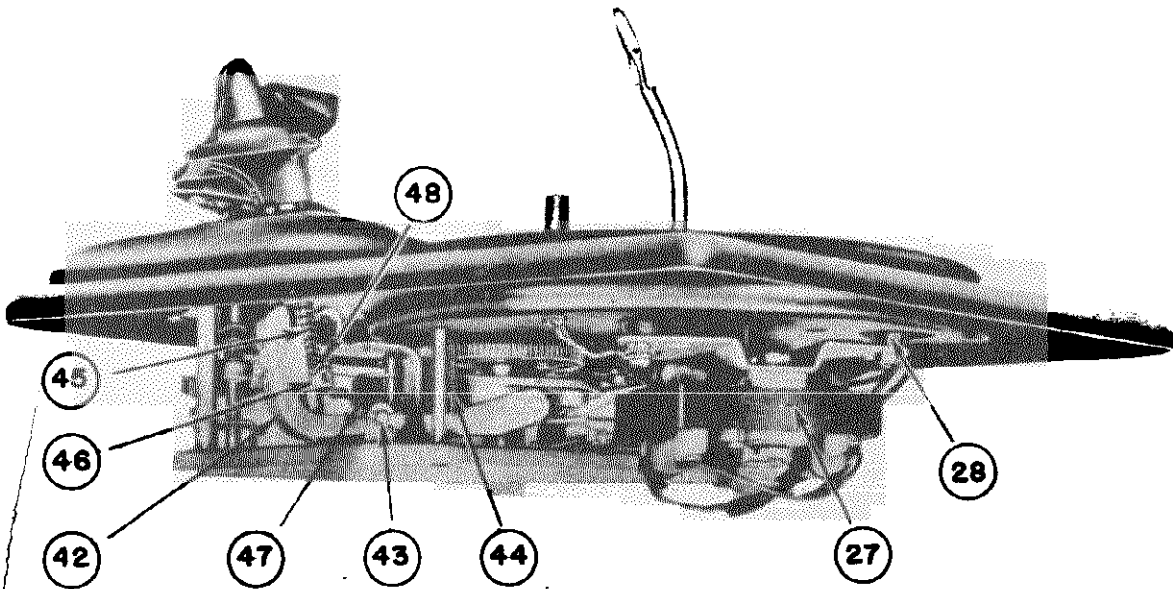

FIG. 5 - PARTS LOCATION -- LEFT SIDE VIEW
- 5 - Selector Lever Stop (Illus. 48 Fig. 5).
- 3 - Unhook the Rocker Arm Return Spring. (Illus. 44 Fig. 5).
- 4 - Remove the Rocker Arm Pivot Pin. (Illus. 43 Fig. 5).